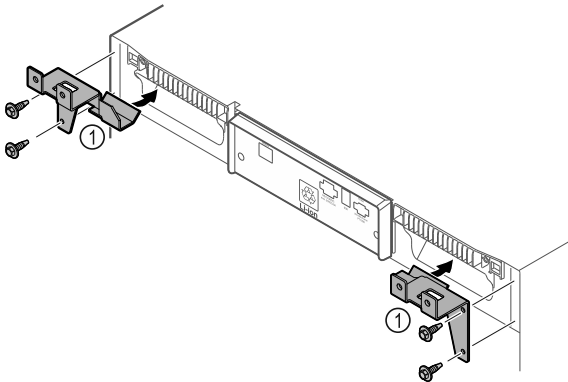

Fig. 10
- Asenna pidinosat Fig. 10 (1) kierteittäville ruuveille laitteeseen.